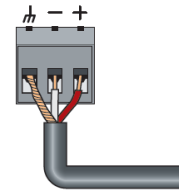

图 4-3 输出接口
(7) 监听输出 (MONITOR) 采用 3.81 凤凰端子接口，为平衡或非平衡输出，输出电平大于 25mv，其中 1 脚接地，2 脚为信号输出“-”端，3 脚为信号输出“+”端。
(8) — (13) 主音频输出接口 (MAIN AUDIO OUTPUT) 输出左、中、右、左环、右环、与次低频 6 路模拟音频信号，采用 3.81 凤凰端子输出接口，输出为平衡式，输出电压：300mV，最大输出电压：1.8V，接线方式见图 4-3。其中 1 脚接地，2 脚为信号输出“-”端，3 脚为信号输出“+”端。